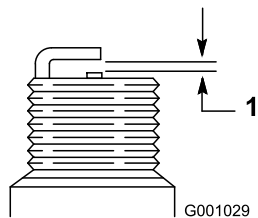

Figure 37
- Réglez l'écartement des électrodes de la nouvelle bougie à 0,76 mm, comme montré à la Figure 37.